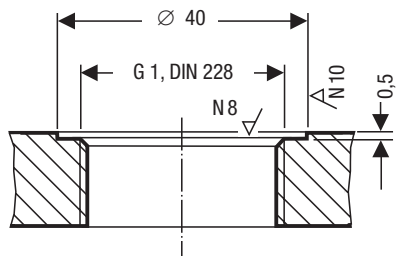

Fig. 4
5. Controleer de afdichtingvlakken op de tanksok of het flensdeksel. **Fig. 4**
6. Meegeleverde afdichtingring **C** op het afdichtingvlak van de elektrode leggen. **Fig. 4**
- De afdichtingoppervlakken van de tanksokken of flensdeksel moeten conform **fig. 4** in een technisch optimale conditie verkeren!